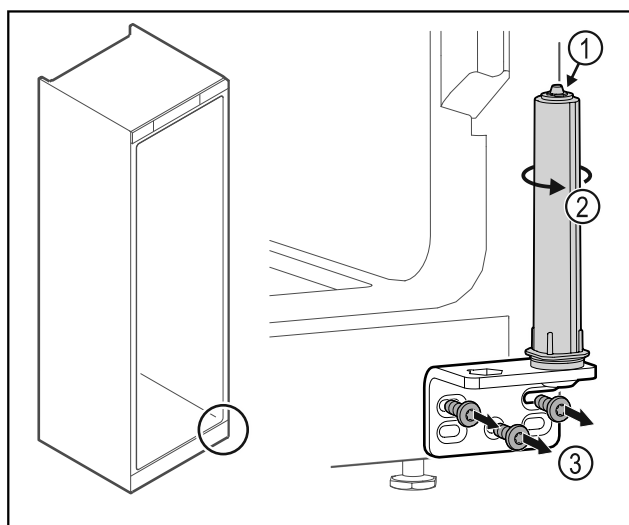

Fig. 29
- ▶ Nerozebírejte uzavírací systém dvířek Fig. 29 (1).
- ▶ Otáčejte uzavíracím systémem Fig. 29 (2), dokud nezacvakne.
- ▶ Odšroubujte úhelník závěsu Fig. 29 (3).